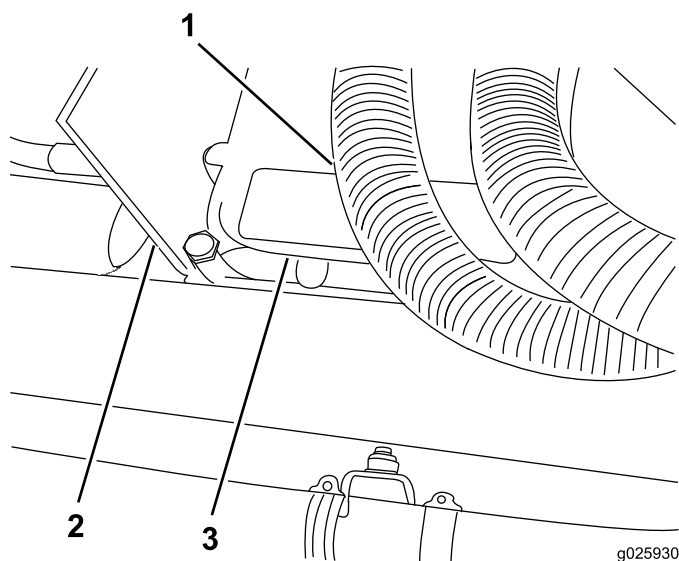

Рисунок 19
2. Для модели 1750: подсоедините жгут проводки к электронному регулятору, разместив жгут проводки под кожей (Рисунок 19).